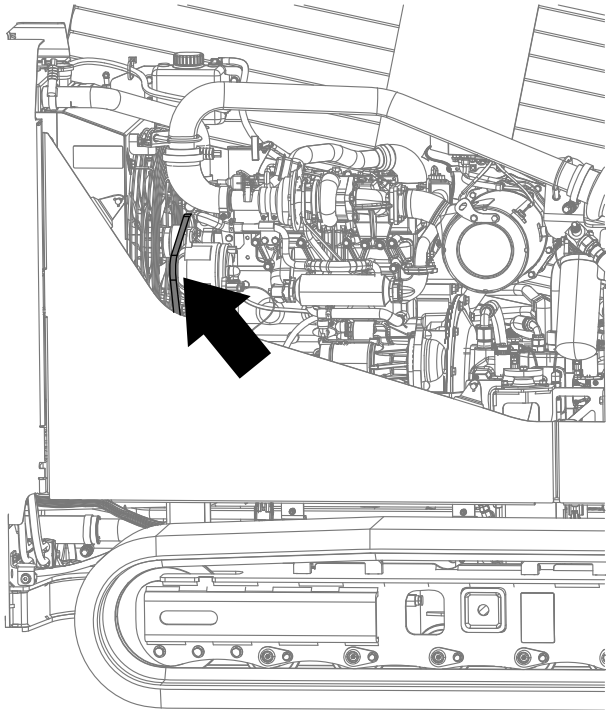

Bild 110
3. Prüfen Sie den Riemen auf Schnitte, Risse, lose Stränge, Fett, Öl, Verdrehungen oder Zeichen ungewöhnlicher Abnutzung (Bild 110).
3. Fluchten Sie eine gerade Kante über den Treibriemen und die Riemenscheiben aus (Bild 110).
4. Drücken Sie in der Mitte zwischen der Lüfterriemenscheibe und der Riemenscheibe der Lichtmaschine auf den Riemen, wie in Bild 110 abgebildet.